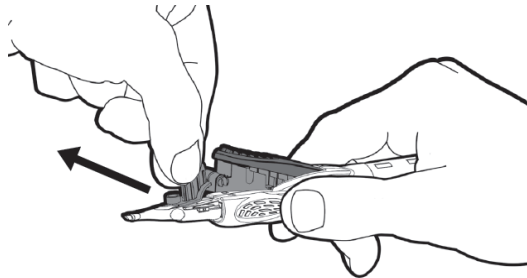

Figura 7
Paso 9. Retirar el ensamblaje del mecanismo de bloqueo sujetando la lengüeta de retirada, y estirar directamente todo el ensamblaje del mecanismo de bloqueo del sistema inyector en ángulo (**Figura 7**). Desechar el ensamblaje del mecanismo de bloqueo.